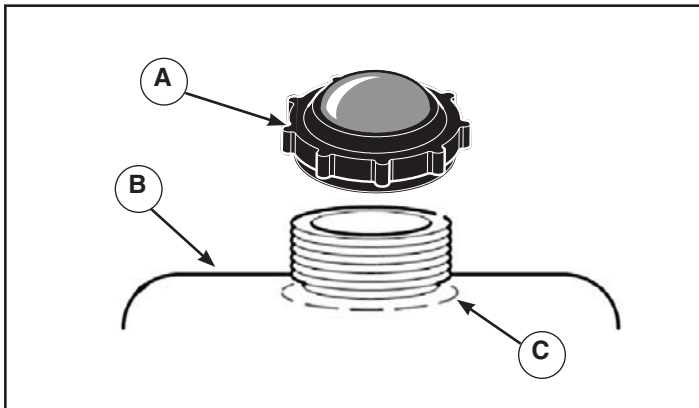

Figura 7
1. Limpe a sujeira e detritos da área da tampa do combustível. Remova a tampa do combustível (**A**, Figura 7). Consulte também a seção **Recursos e controles**.